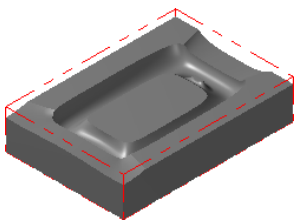

图 23.3 显示工件
Step4. 单击“机器群组属性”对话框中的 **✓** 按钮，完成工件的设置。此时零件如图 23.3 所示，从图中可以观察到零件的边缘多了红色的双点画线，双点画线围成的图形即为工件。